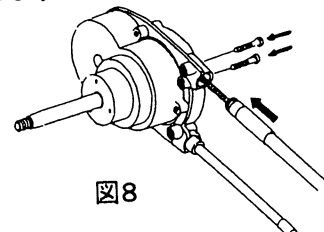

図8
(2) NFB4. 2
- ① ステアリングケーブルからプラスチックスリーブを外し、ケーブルエンドのグリスの上にほこり等が付いていないかを確認して下さい。
- ② ケーブルエンドをヘルムの上部入口より内部ギヤーに突当るまで押込み、ステアリングホイールを回しケーブルを完全にホイールの中に引込んで下さい。
- ③ 2本の六角ボルトをヘルムに入れ、締付けて下さい。六角ボルトがケーブル端部の溝に確実に固定されていることを確認して下さい。(図8参照) 締付トルク: 5~7Nm
- ④ ステアリングホイールを端から端まで数回 回してみてもケーブル先端部の動きを確認して下さい。右舷取付けのヘルムは時計回りに回しますとケーブル先端部が出てきます。